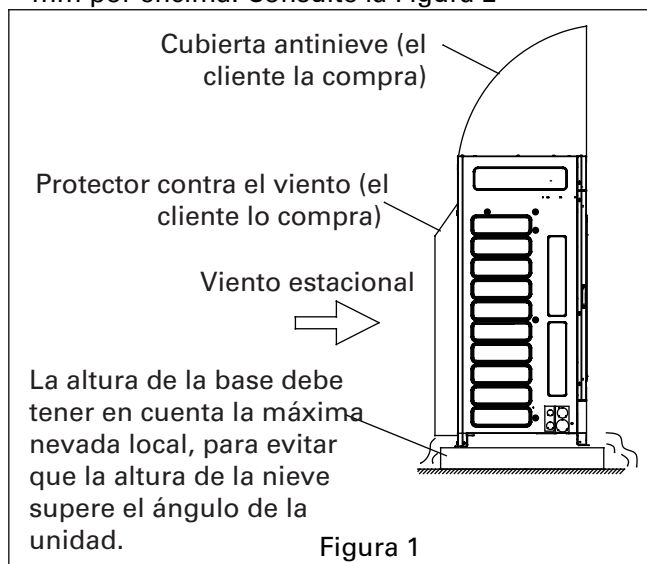

Figura 1
4. La instalación debe garantizar que las unidades estén protegidas del sol y la lluvia, el polvo, los tifones y los terremotos. En zonas con nieve, la máquina debe instalarse en un bastidor o bajo una cubierta para la nieve, a fin de evitar que se acumule nieve sobre ella. Consulte la Figura 1